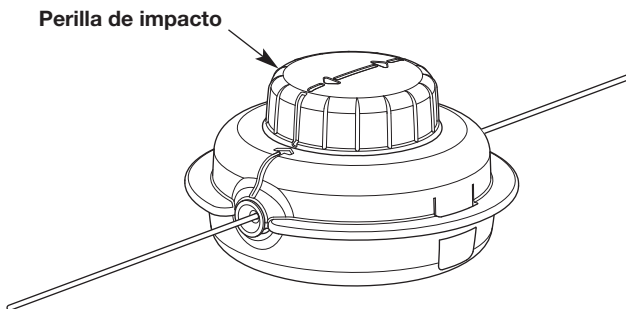

Fig. 3
5. Gire la perilla de impacto para enrollar el hilo hasta que sobresalga aproximadamente 5 pulgadas (12.5 cm) de cada lado del cabezal de corte (Fig. 3).